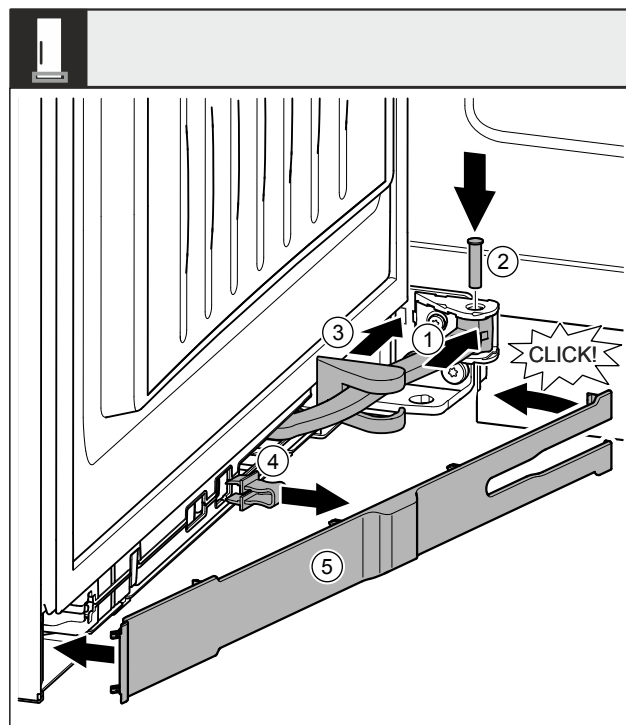

Fig. 54
- Завъртете шарнира Fig. 54 (1) в окачването.
- С отвертка поставете болта Fig. 54 (2) в окачването и шарнира. При това обърнете внимание на това, фиксиращата гърбица да е легнала правилно в жлеба.
- ▶ Избутайте капака на лагерната стойка Fig. 54 (3) по продължение на шарнира и го монтирайте над окачването.
- ▶ Свалете предпазителя Fig. 54 (4).
- ▶ От страната на дръжката поставете капачката Fig. 54 (5) и я завъртете навътре.